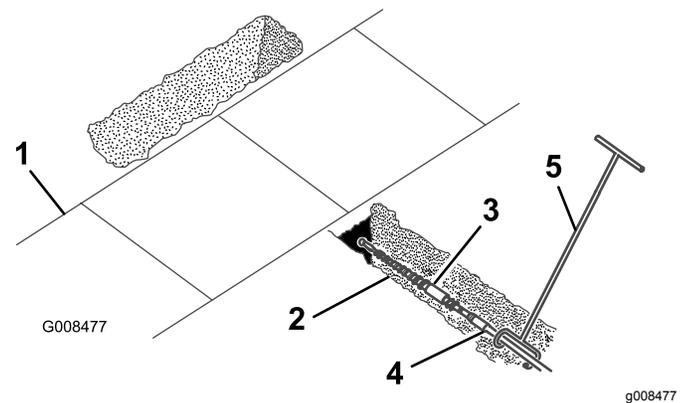

Рисунок 5
5. Один человек, направляющий буровую насадку, стоит с правой стороны траншеи (Рисунок 5), оператор запускает двигатель, передвигает селекторный клапан насоса в положение SLOW (МЕДЛЕННО) (только для тяговых блоков серии 200 и 300), устанавливает дроссельную заслонку посередине между положениями SLOW (МЕДЛЕННО) и FAST (БЫСТРО) и перемещает рычаг управления вспомогательной гидравликой назад для запуска вращения буровой насадки в прямом направлении.
6. Медленно переместите тяговый блок вперед, при этом другой человек с направляющим инструментом штока направляет буровую насадку в грунт (Рисунок 5).
4. Подсоедините направляющую штока к штоку непосредственно за буровой насадкой (Рисунок 5).